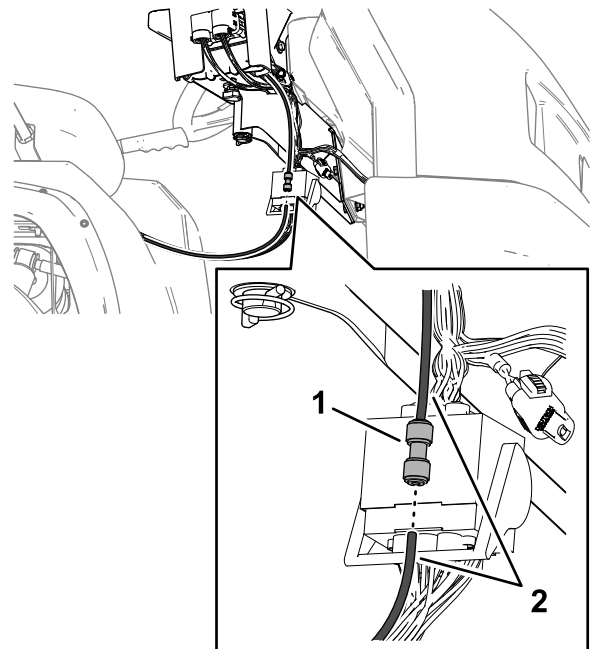

図 133
1. 水圧検知チューブを押し嵌めフィッティングに取り付ける。奥までしっかり差し込むこと**図 133**。